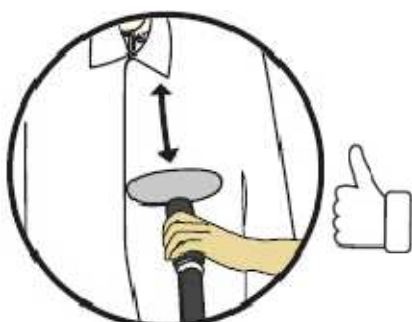

fig.23
- Défroissez toujours dans un mouvement vertical de haut en bas. (fig.23)